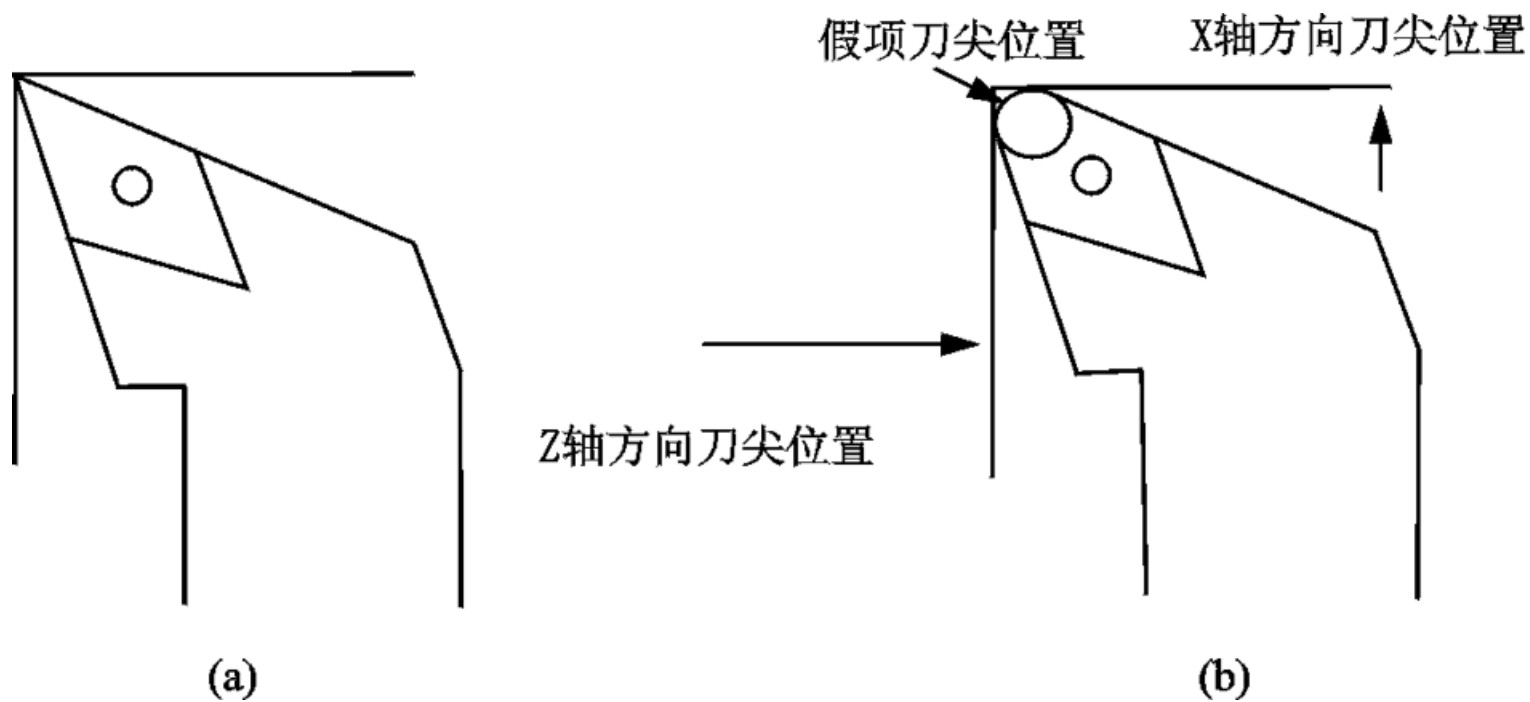

图3-8
2) 假想刀尖：所谓假想刀尖如图3-8 (b) 所示，点为该刀具的假想刀尖，相当于图3-8 (a) 尖头刀的刀尖点。实际上假想刀尖并不存在。